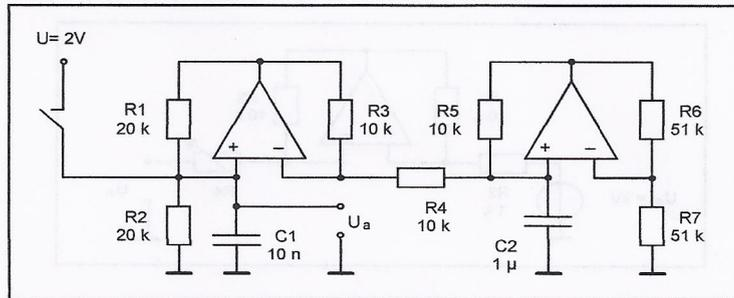

Bild 5: Parallelschwingkreis mit Gyrator
- 2.3. Leiten Sie die Gleichung zur Berechnung der Induktivität am Ausgang des Gytrators im Bild 5 her und berechnen Sie die Eigenfrequenz des Parallelschwingkreises aus C1 und L.
Bauen Sie die Schaltung des Gyrators nach Bild 5 auf.
In der Schaltung nach Bild 6 ist ein RL-Tiefpass realisiert. Ändern Sie den Schaltungsaufbau nach Bild 5 entsprechend. Beachten Sie die geänderte Masseführung. Als Eingangsspannung wählen Sie eine sinusförmige Spannung mit $U_e = 2 V_{SS}$.